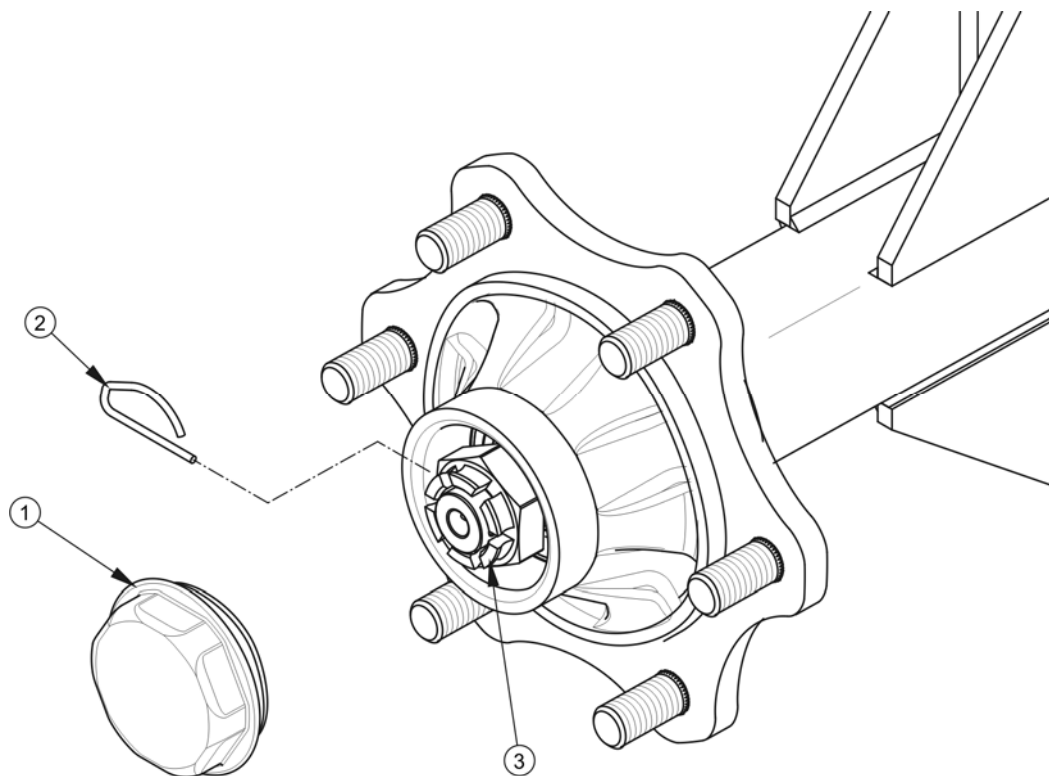

РИСУНОК 5.4 Регулировка подшипников в ходовой полуоси
- ➔ Снять колпак ступицы 1 рисунок 5.4 .